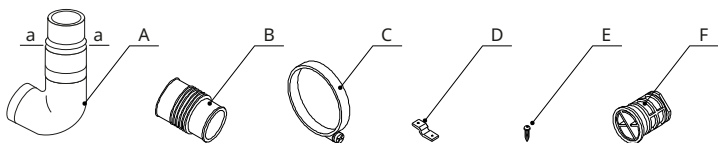

Fig. 2
- Accesorii pompă: A-F (vezi Fig. 2 – Accesorii) -
Dacă nu utilizați admisia laterală, folosiți piesa de schimb F (dop – vezi Fig. 2), introduceți-o în direcția marcată în admisia laterală și rotiți-o la 90° pentru a o bloca.
Dacă utilizați Ø40 mm, conform Fig. 2, îndepărtați partea de Ø32 mm (secțiunea a-a).